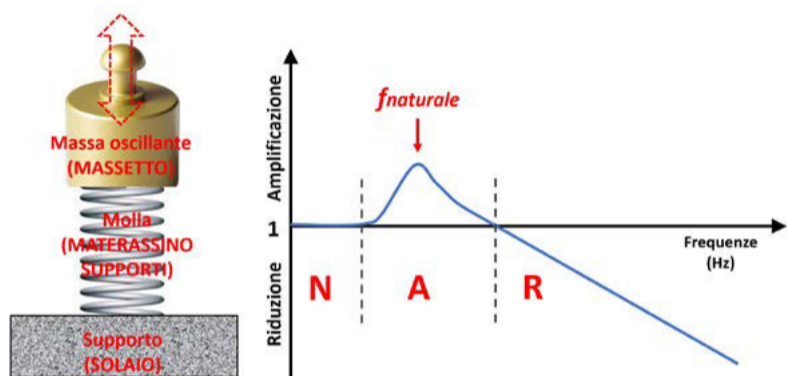

Figura 3.
Nella maggior parte dei casi le spalle e, se presenti, i rilevati di accesso sono prossimi alle sponde del corso d'acqua; in molti casi addirittura si spingono oltre la sponda, all'interno dell'alveo (Figura 3). In tutti questi casi un ampliamento laterale dell'alveo (erosione di sponda) può provocare l'aggiramento della struttura da parte della corrente fluviale con interruzione della strada e, nel caso, breccia nel rilevato. In sé lo scenario di danno può essere limitato, ma costituisce un pericolo per i veicoli e può causare instabilità della spalla con conseguente crollo del ponte o di sue parti.
Figura 3. Fiume San Bartolomeo, ponte della SS 187 a Alcamo (TP). Un evento di piena del 2021 ha causato erosione della sponda, con conseguente cedimento della struttura. (https://www.youtube.com/watch?v=PK3qkqM7es)
originata sul pavimento "si trasmette al supporto". Esiste una zona "neutra" in cui la vibrazione in ingresso viene trasmessa al supporto con pari intensità, una zona in cui la stessa viene amplificata e una zona, a destra di quest'ultima, in cui si ottiene una riduzione (Figura 3).